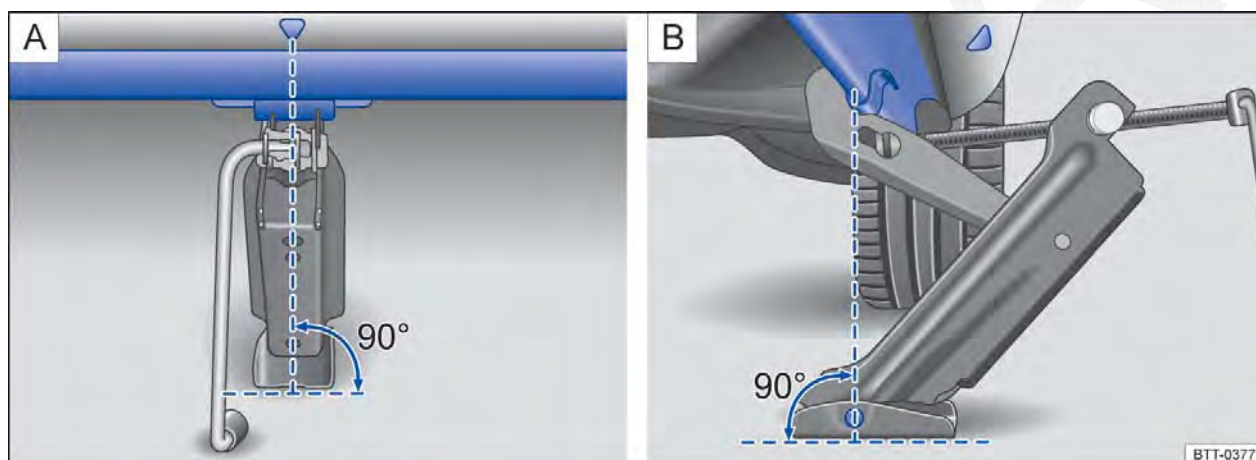

Fig. 235 Macaco posicionado no lado esquerdo traseiro do veículo.
8. Garantir que a base do macaco, com toda sua superfície, esteja sobre o chão e que a base se encontre perpendicularmente abaixo do ponto de colocação ⇒ Fig. 235. ►
⇒ Fig. 235.